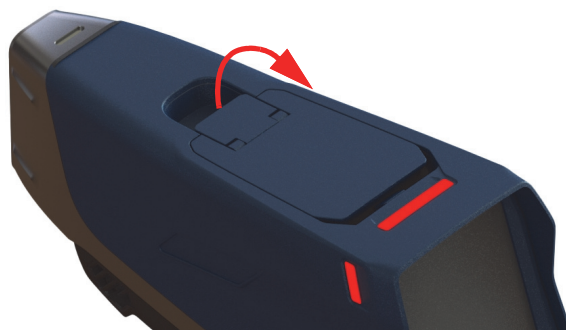

图 3-1 解锁盖子
1. 提起舱盖上的卡舌，使盖子弹起（参见第58页的图 3-1）。